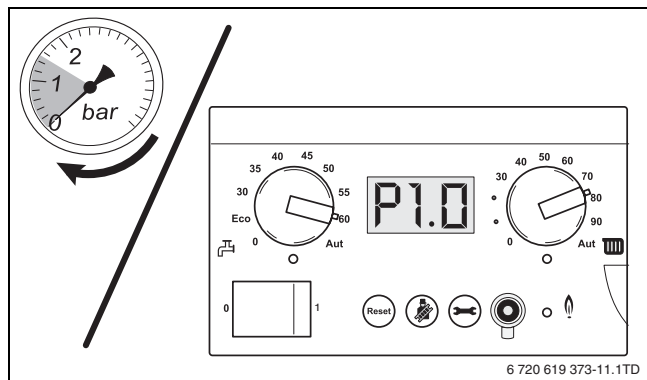

Fig. 59 Leggere l'indicazione della pressione
- Leggere la pressione sul manometro analogico sul gruppo di collegamento o sul pannello di comando del BC10 (→ fig. 59).
- Leggere nuovamente la pressione dell'impianto su lmanometro analogico o sul display del BC10 (→ fig. 59). Se la pressione scende sotto 1,0 bar, il sopra citato procedimento di riempimento e sfiato deve essere ripetuto tante volte, finché non si raggiunge la pressione desiderata e l'impianto di riscaldamento non è esente da aria.